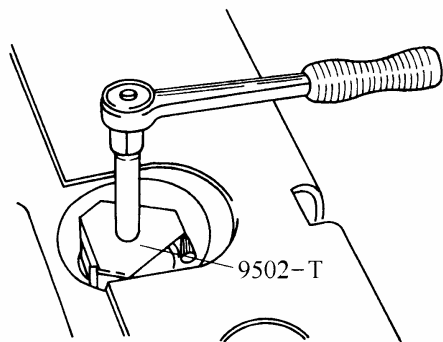
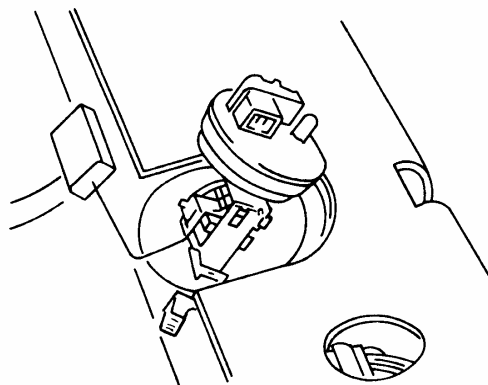

图 9-98 拆卸燃油表传感器套环
图 9-99 拆下燃油表传感器
5) 用专用工具拆下套环 (图 9-98)，然后将燃油表传感器拆下 (图 9-99)。
- 1) 按图 9-99 所示位置放好燃油表传感器, 密封垫必须更换新的。